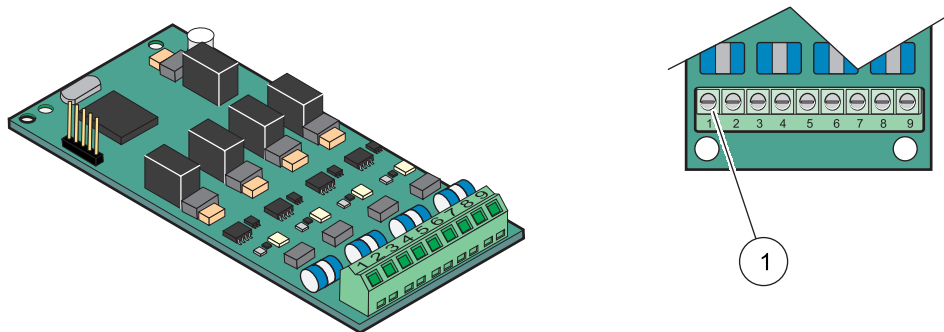

Figura 23 Conexiones de cables de tarjeta de salida (YAB019)
4. Pase el cable a través de la base del módulo y prepárelo en forma adecuada e inserte cada cable en la terminal de acuerdo con las Figura 23 y Tabla 6. Tire suavemente en cada aislamiento para asegurarse de que la conexión esté segura.